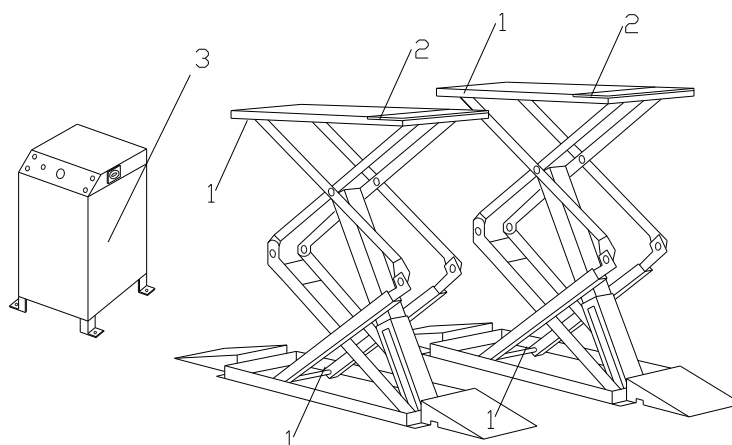

Fig.18
- **Nooddalen (Fig.18)**
(Fig.18)
**Voor de smering van de hefbrug raden wij u de volgende smeerpunten aan (zie Fig 18):**